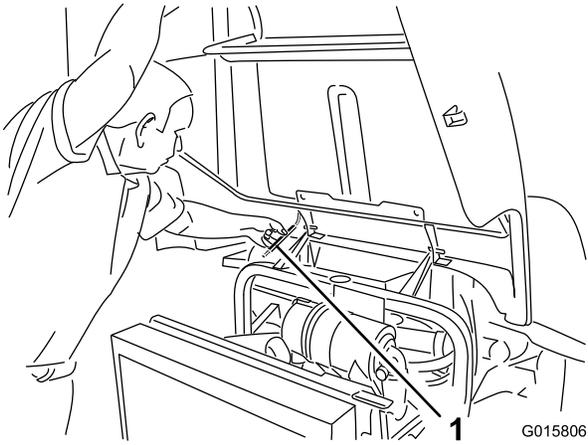

Figura 32
- Levante el capó hasta que la varilla pueda colocarse detrás del tubo del bastidor (Figura 32).